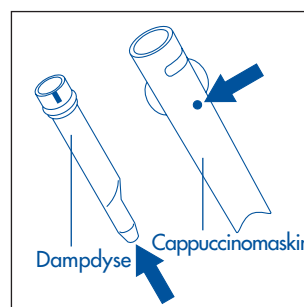

Fig.27
- Sjekk at de to hullene angitt av pilene i fig. 27 ikke er tilstoppet. Rens dem med en nål hvis nødvendig.